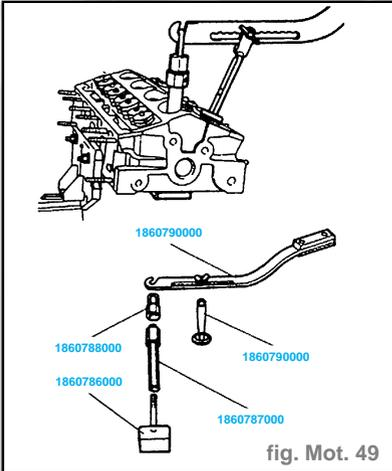

fig. Mot. 49
- Positionner les outils de façon à écraser les ressorts de soupape (fig. Mot. 49). Déposer ensuite les demi-clavettes, les cuvettes et les ressorts. Enlever l'outil **1860786000** et extraire les soupapes par le dessous de la culasse.
- En utilisant les outils indiqués, écraser le ressort de soupape ; ensuite, désolidariser les demi-cônes, les godets, les ressorts et les soupapes (fig. Mot. 49).
- A l'aide des outils indiqués, faire l'écrasement du ressort de soupape, puis dégager les demi-cônes, les cuvettes, les ressorts et les soupapes (fig. Mot. 49).